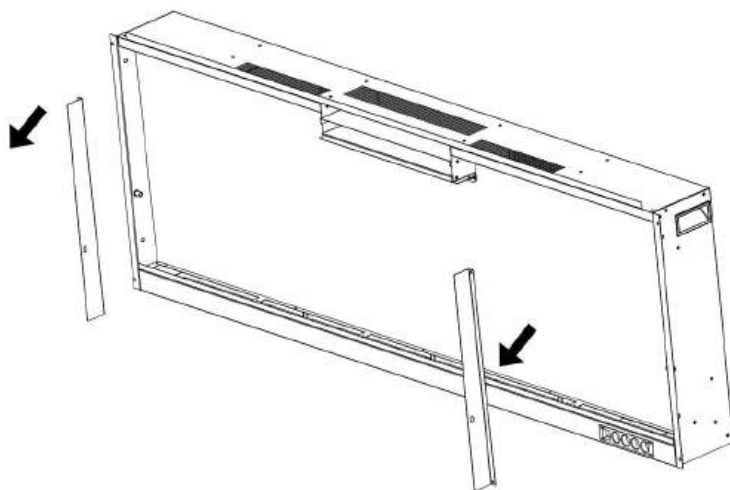

Fig. 2-2
B. Rimuovere le due staffe e metterle da parte (**Fig. 2-2**).